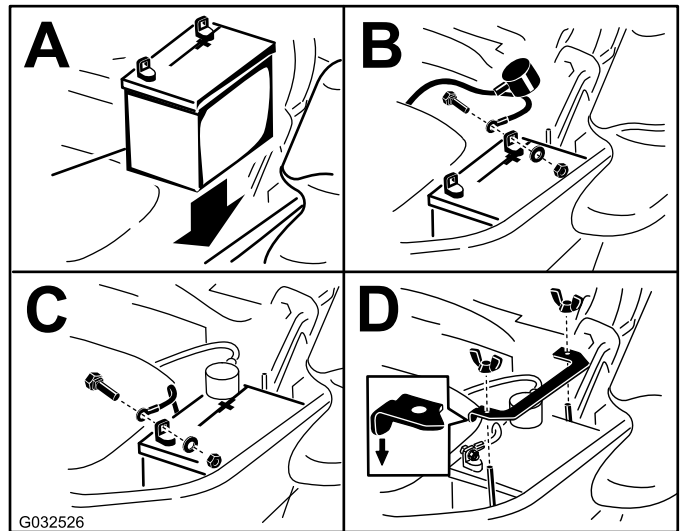

Figure 64
**Remarque:** Placez la batterie dans son support en tournant les bornes à l'opposé du réservoir hydraulique (Figure 64).